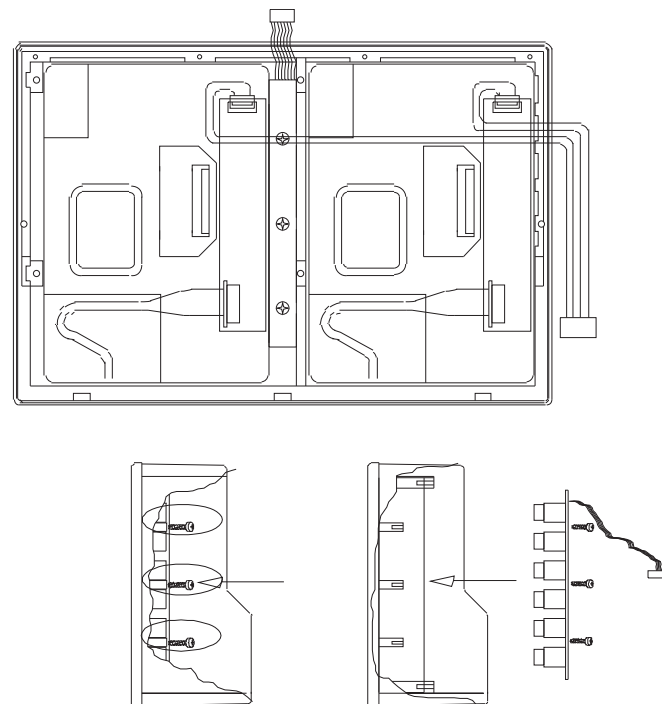

Bild 4-8: Einbau des Tastenprints
11. Setzen Sie den Tastenprint in die neue Displayeinheit ein und befestigen Sie die Platine. (Bild 4-8)